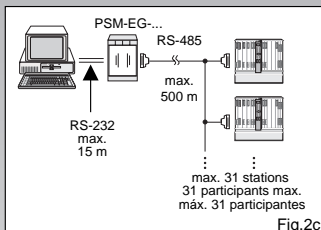

Fig.2c
- **RS-232 master interface connection to an RS-485 4-wire bus system** (Fig. 2c)
- **Adaptation du maître RS-232 à un bus à 4 fils RS-485** (fig. 2c)
- **Conexión maestra RS-232 en un sistema bus RS-485 de 4 pares** (Fig. 2c)